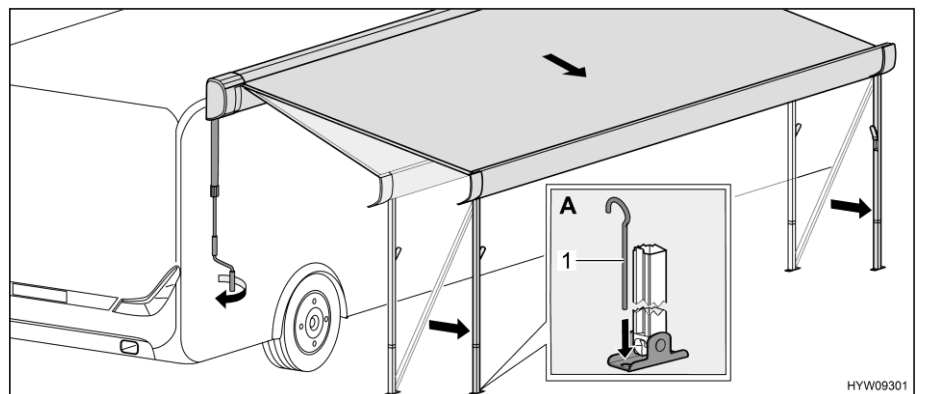

Fig. 31 Placer le store extérieur en position finale
- Fixer les pieds d'appui dans le sol avec des piquets (Fig. 31,1) (Fig. 31,A).